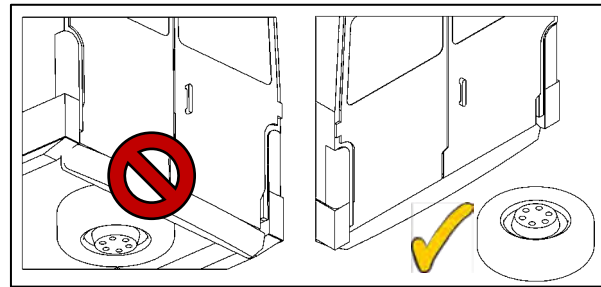

Abbildung 6
- Falls zwischen Hinterachse und Stoßstange ein Reserverad vorhanden ist, das Reserverad demontieren (siehe Abbildung 6).